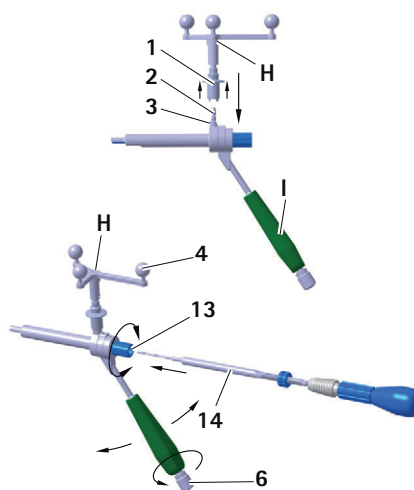

Fig. 10 Montaggio dell'unità a stella Aesculap sulla bussola guida S⁴C per viti senza testa con estremità piana
- Per verificare che la videocamera abbia il campo libero sulle sfere di marker riflettenti, allentare il pomello 6 sull'impugnatura S⁴C della bussola guida S⁴C I e ruotare l'unità a stella Aesculap H nella posizione desiderata, vedere Fig. 10